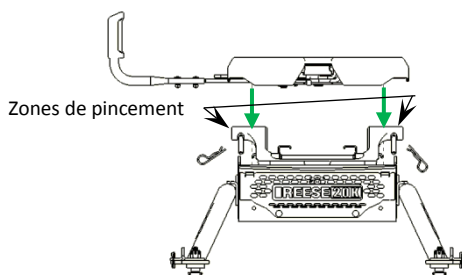

FIG. 5
**ATTENTION :** Éviter de placer une partie quelconque du corps dans les zones de pincement (Fig. 5)